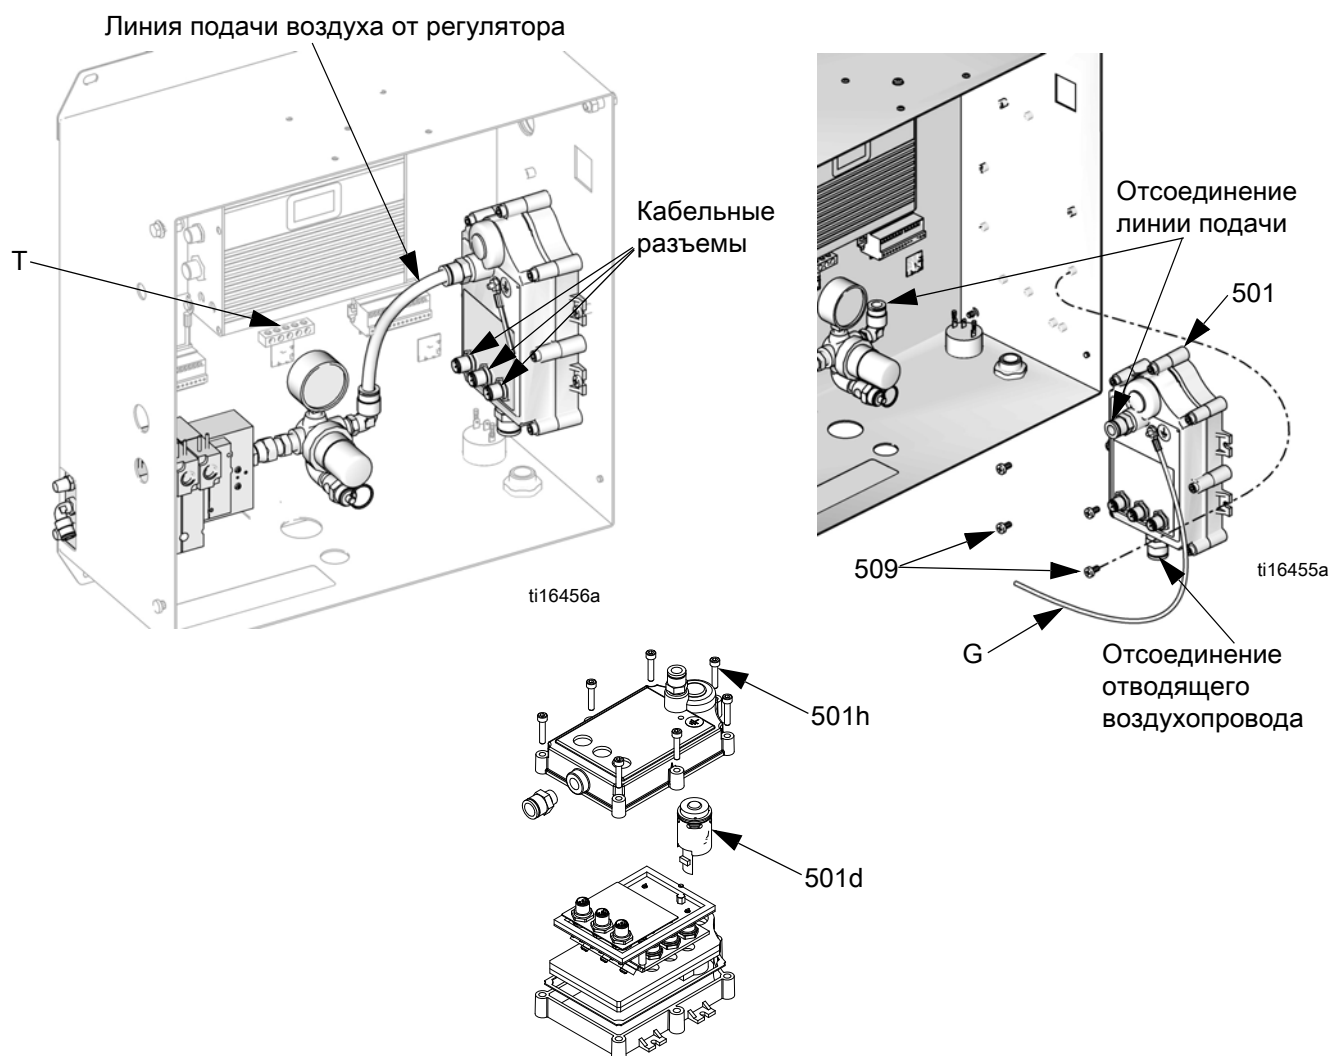

Рис. 9. Демонтаж модуля генератора (и турбины)
3. См. Рис. 9. Отсоедините кабели питания от выходных соединений модуля генератора (501). Отсоедините провод заземления (G) от клеммы заземления блока управления (T).
6. Выкрутите четыре винта (509) из креплений, чтобы извлечь генератор из блока управления.